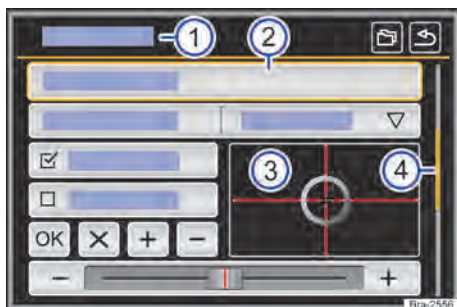

Fig. 121 Representación esquemática: cuadro general de las posibles superficies de función en el display.
El equipo está equipado con touchscreen (pantalla táctil) → **fig. 121 ③**.
Las superficies de función inician funciones o abren otros submenús. En submenús se indica, en la línea del título, el menú actualmente seleccionado → **fig. 121 ①**.